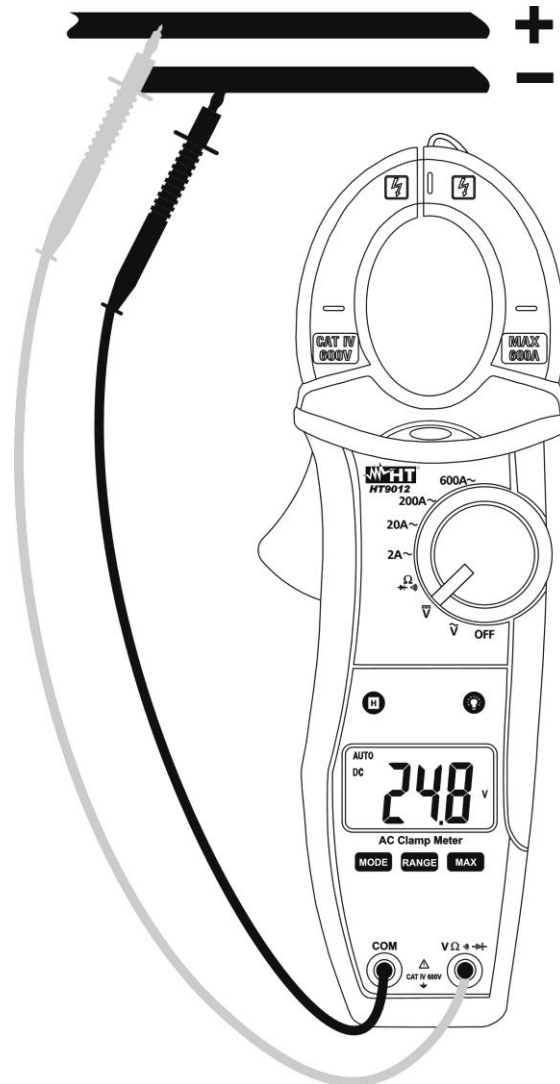

Fig. 3: Uso della pinza per misura di Tensione DC
3. Inserire il cavo rosso nel terminale di ingresso $V_{\Omega} \rightarrow \leftarrow$) e il cavo nero nel terminale di ingresso **COM** (vedere Fig. 3)
6. La visualizzazione del simbolo "-" sul display dello strumento indica che la tensione ha verso opposto rispetto alla connessione di Fig. 3